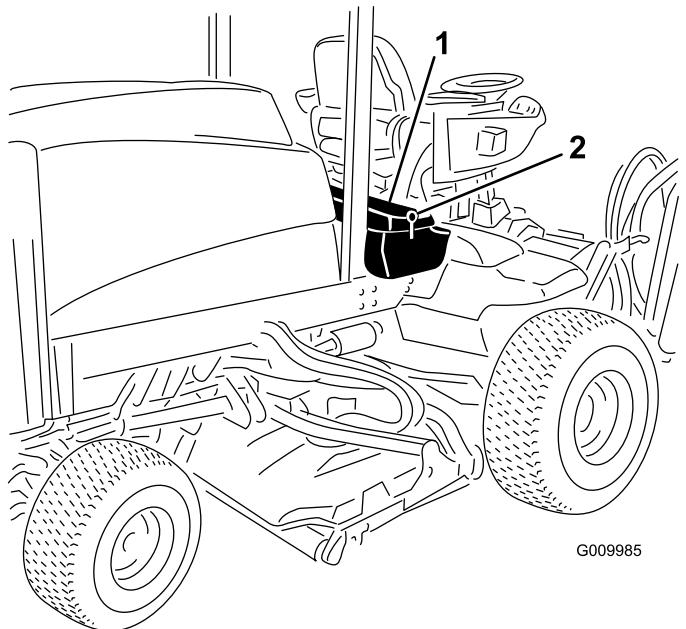

Bild 1
1. Entriegeln und heben Sie die Abdeckung der Bedienerkonsole hoch (Bild 1).